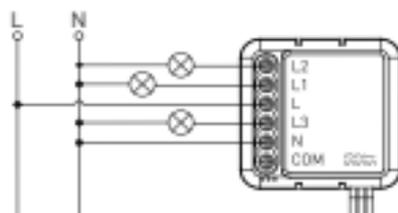

Рисунок 2.9
- без выключателя (см. рисунок 2.9)